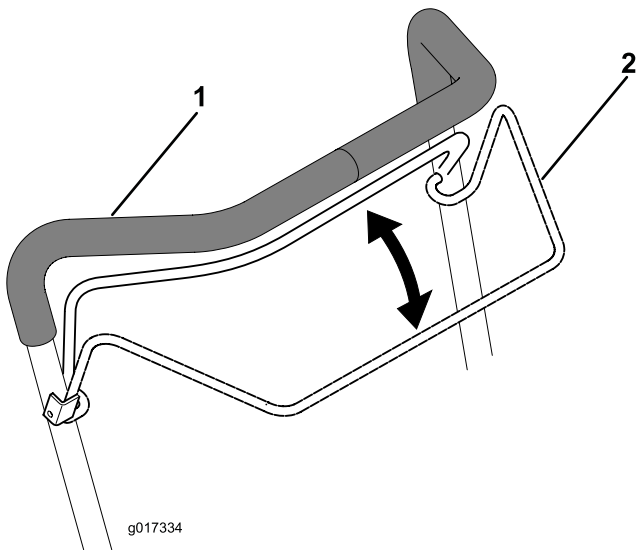

Figure 13
3. Serrez la commande de présence de l'utilisateur contre le guidon (Figure 13).